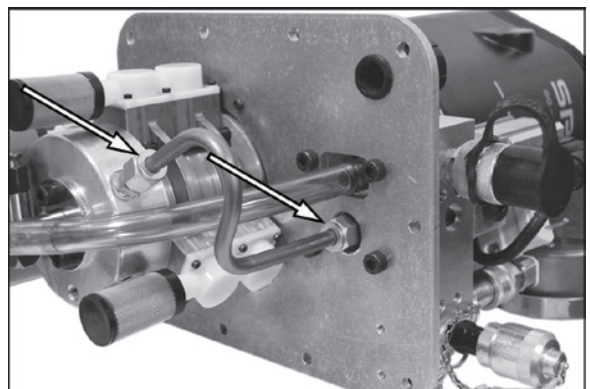

Abbildung 71.
2. Siehe Abbildung 71. Die beiden Klemmringverschraubungen lösen und das Hochdruckrohr entfernen.